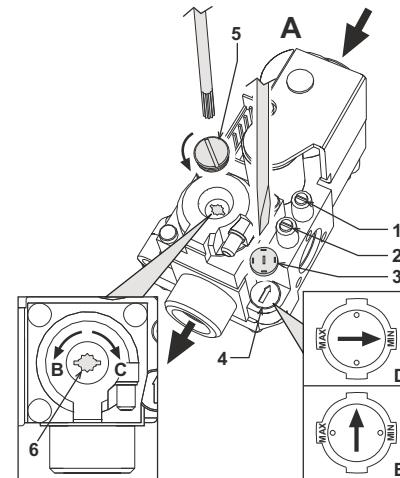

fig. 17 - Regulación de la presión
En las calderas PEGASUS D es posible regular la capacidad térmica del hogar y en consecuencia la potencia térmica entregada al agua de calefacción, actuando únicamente en la regulación del quemador principal a través de la válvula de gas (véase fig. 17). Los diagramas del apartado cap. 5.2 indican la variación de la potencia térmica entregada al agua al variar la presión de funcionamiento del quemador. La adecuación de la potencia de la caldera a las exigencias de calefacción permite reducir las dispersiones y ahorrar combustible. Además, con la variación de potencia reglamentada por la normativa, las calderas mantienen casi inalterados los valores de rendimiento y las características de combustión.
- Con un pequeño destornillador sacar el capuchón de protección 5 del operador secundario de la válvula de gas de fig. 17.
- Conectar un manómetro a la toma de presión 2 (fig. 17), situada después de la válvula del gas, y poner el mando del termostato de la caldera en el valor máximo.
- Regular la presión por medio del tornillo 6 (fig. 17) en el valor deseado, guiándose con los diagramas del apartado cap. 5.2.
- Quitar el pequeño capuchón de protección 3 de la válvula de gas (fig. 17). Con un pequeño destornillador, regular el "STEP" de encendido para el gas deseado (**G20-G25** posición **D** fig. , o **G30-G31** posición **E** fig. 17), y volver a poner, el capuchón.
- Purgar el aire presente en los tubos del gas por medio de la toma 1 de la válvula del gas (fig. 17).